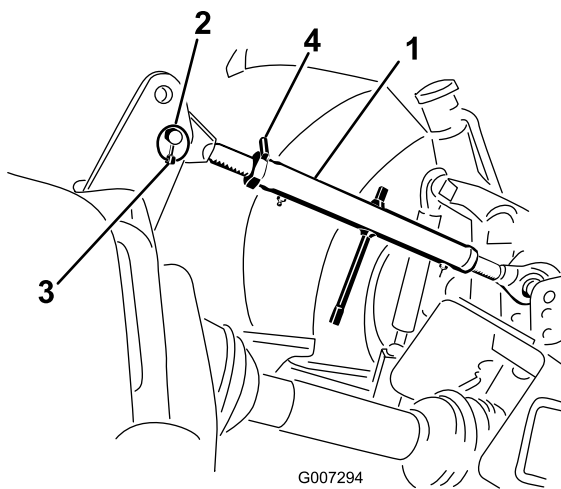

Figura 8
1. Conecte el brazo de enganche superior al taladro inferior del soporte y sujételo con un pasador de enganche y un pasador de seguridad (Figura 8).
3. Gire el enganche superior para apretar el enganche. Ajustelo hasta que la parte delantera del chasis del aireador esté a 90 grados de la horizontal (Figura 8).